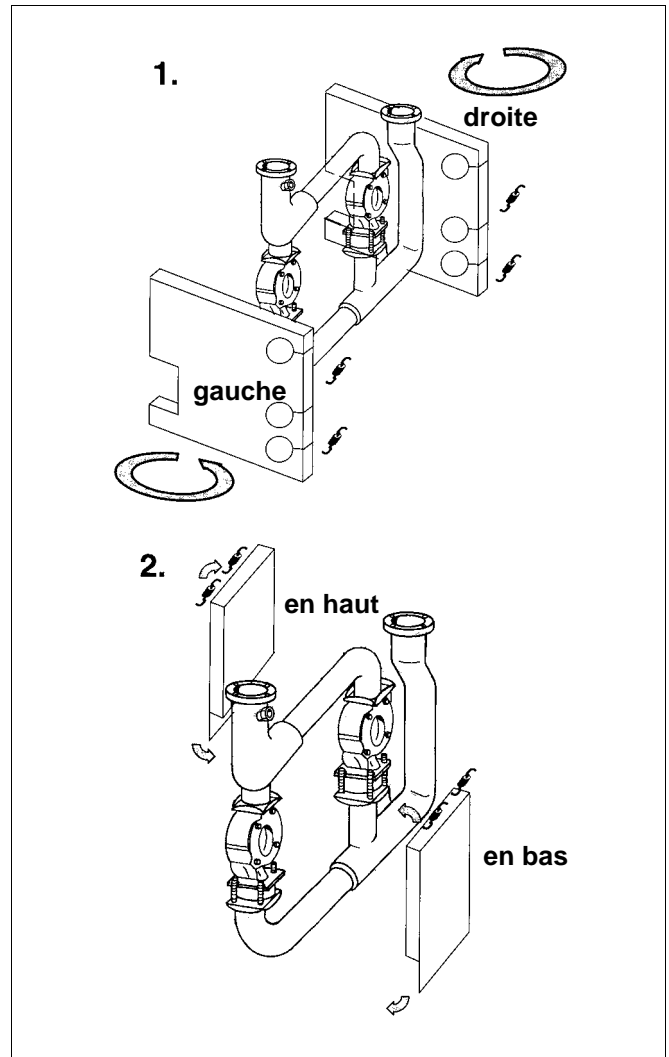

Fig. 46 Isolation thermique tuyauterie
- Disposer l'isolation thermique de la tuyauterie (fig. 46).